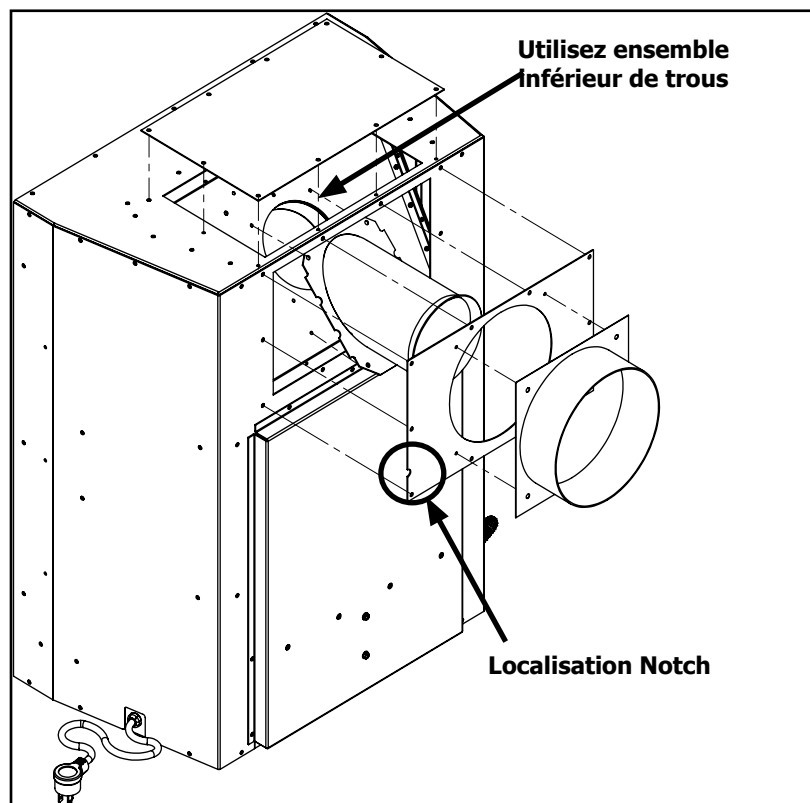

Figure 18. Vent Conversion - Étape 2
**Étape 2:** Mettez les pièces retirées autour comme le montre la figure 18 et réinstallez tous les 28 vis. Pour installer correctement la plaque de base à maintenir l'encoche de positionnement de chaque côté en bas. A noter également le robinet d'échappement utilise un ensemble de trous inférieurs lorsque la configuration d'évent arrière.